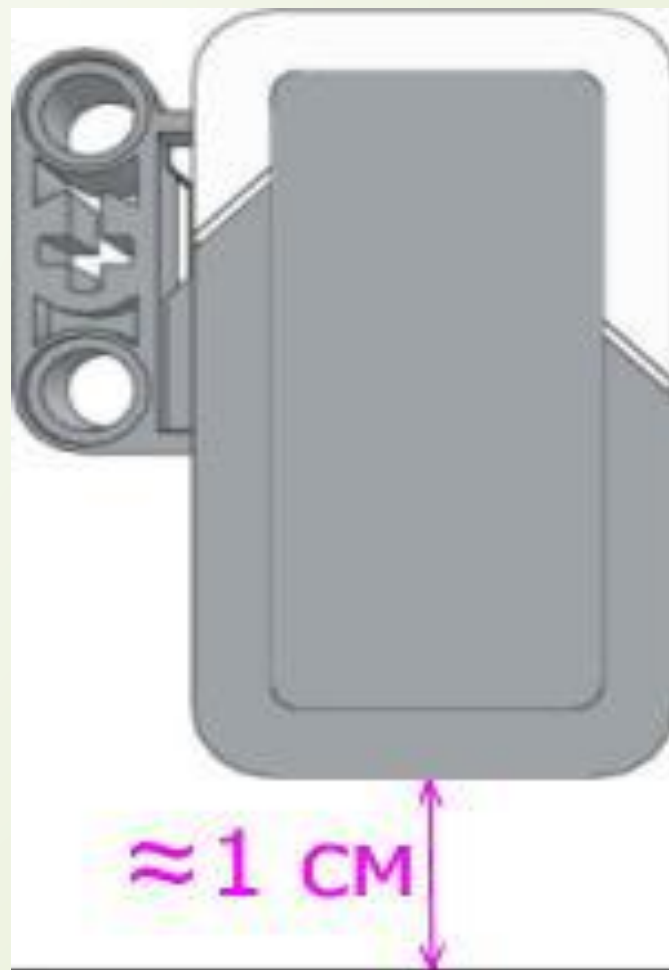

Рис. 9
- Итак, мы приступаем к изучению следующего режима работы датчика цвета, который называется "**Яркость отраженного света**". В этом режиме датчик цвета направляет поток красного света на близкорасположенный предмет или поверхность и измеряет количество отраженного света. Более темные предметы будут поглощать световой поток, поэтому датчик будет показывать меньшее значение, по сравнению с более светлыми поверхностями. Диапазон значений датчика измеряется от **0** (очень темный) до **100** (очень яркий). Данный режим работы датчика цвета используется во множестве задач по робототехнике, например, для организации движения робота по заданному маршруту вдоль черной линии, нанесенной на белое покрытие. При использовании этого режима рекомендуется располагать датчик таким образом, чтобы расстояние от него до исследуемой поверхности составляло примерно **1 см (Рис. 9)**.